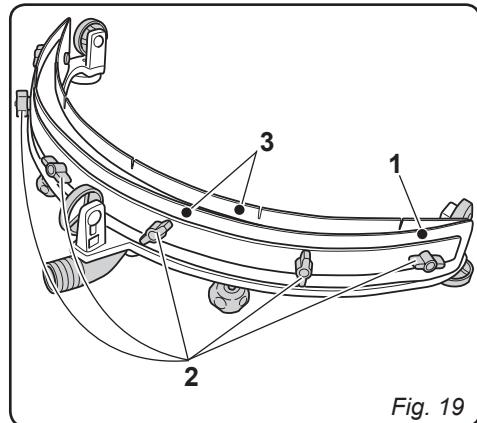

Fig. 19
- Pressione o botão (3), a fim de iniciar a rotação da escova, aperte e solte logo em seguida as alavancas (4) a fim de desengatar a escova (5).
- Substitua a escova e em seguida coloque o flange de adaptação (6) sobre a escova (5) e aperte as alavancas (4) até ouvir o "click" de engate.
- Pressione e coloque o botão (3) na posição "0".
11.1.f - Substituição das partes em borracha do mecanismo limpador (Fig. 19)